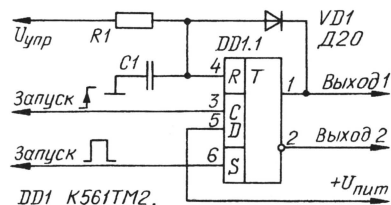
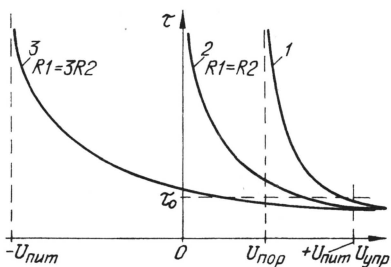
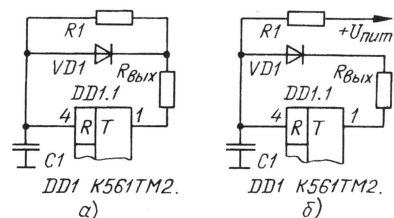
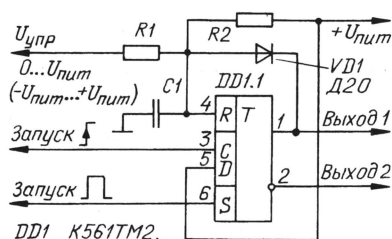

Рис. 3
Рис. 4
Рис. 1
Рис. 5
Таким образом, в одновибраторе по схеме на рис. 1,б, во-первых, отсутствует влияние выходного сопротивления триггера на формируемый временной интервал, и, во-вторых, исключена вторая часть этапа восстановления (разрядка конденсатора через резистор), увеличивающая общее время восстановления. Действительно, диод после завершения формирования одновибратором заданного промежутка времени остается открытым током, протекающим через резистор R1. Сопротивление диода остается малым, что и обеспечивает быстрое восстановление исходного напряжения на конденсаторе. Правда, это несколько увеличивает расход мощности одновибратором в режиме ожидания.
На рис. 2 показаны диаграммы напряжения на входе R триггера на этапе восстановления для одновибратора по схеме рис. 1,а (кривая 1) и рис. 1,б (кривая 2). В обоих случаях разрядка конденсатора до напряжения закрывания диода  $U_d$  (для кремниевого диода — около 0,5...0,6 В) практически заканчивается к моменту  $t_1$ . Для второго случая восстановление на этом практически заканчивается, поэтому время восстановления близко к  $t_1 - t_0$ .
Одновибратор по схеме рис. 1,б обладает еще одним существенным преимуществом — на вывод резистора R1 может быть подано напряжение не с плюсового провода питания, а например, от источника с регулируемым напряжением, чем достигается возможность управления длительностью импульса электронным способом изменением напряжения на выводе резистора. Схема управляемого одновибратора изображена на рис. 3, а характеристики управления — на рис. 4, кривая 1.
Отметим, что при равенстве значений постоянной времени RC-цепи одновибраторов по рис. 1,а и 3 и  $U_{\text{упр}} = U_{\text{пит}}$  длительность  $\tau_0$  выходного импульса второго несколько меньше, чем первого. Причина этого состоит в том, что конденсатор С1 второго одновибратора заряжается не от нуля, а от некоторого начального напряжения  $U_d$ , поэтому конденсатор зарядится до  $U_{\text{пор}}$  за меньшее время.
Интервал значений управляющего напряжения должен удовлетворять условию:  $U_{\text{пор}} < U_{\text{упр}} < U_{\text{пит}}$  (уд), что соответствует кривой 1 на рис. 4.
В случаях, когда такой интервал окажется неудобным, его можно расширить до  $0 < U_{\text{упр}} < U_{\text{пит}}$  (2) введением еще одного резистора — R2 — примерно такого же номинала, как показано на рис. 5. Характеристика управления для этого случая показана на рис. 4, кривая 2. Если одновибратором управляет операционный усилитель, выбором  $R1 = 3R2$  интервал управления можно расширить до  $-U_{\text{пит}} < U_{\text{упр}} < +U_{\text{пит}}$  (3) — этот вариант иллюстрирует кривая 3 на рис. 4.
Если необходимо сделать управляемым уже готовый одновибратор, выполненный по схеме рис. 1,а, достаточно ввести в него дополнительный резистор, подобно R1 — на рис. 5. Для сохранения длительности импульса при  $U_{\text{упр}} = U_{\text{пит}}$  не-
обходимо, чтобы сопротивление параллельно соединенных R1 и R2 (по рис. 5) было равно сопротивлению R1 в исходном узле — это условие (4).
Следует учесть, что в одновибраторах по рис. 1, 6, 3 и 5 резисторы служат для того, чтобы задать некоторый ток, заряжающий конденсатор C1. Этот ток может быть обеспечен в отсутствие резисторов внешним источником управляющего тока, собранным, например, на р-п-р транзисторах. Подобное решение позволяет реализовать обратно пропорциональную зависимость длительности формируемого импульса от управляющего тока.
Номиналы резисторов одновибраторов по схеме на рис. 3 и 5 допустимо варьировать в широких пределах — от 10 кОм и более, конденсаторов — от 100 пФ и более. Для обеспечения возможности увеличения емкости конденсатора необходимо последовательно с диодом включить еще один резистор, ограничивающий ток разрядки конденсатора. Длительность импульса при  $U_{упр} = U_{пит}$ , имея в виду условие (4), нужно оценивать по соотношениям, изложенным в [1].
УЗЧ по схеме на рис. 1 в статье вместе с предварительным усилителем (рис. 5) можно собрать на печатной плате, чертеж которой изображен на рис. 2. На ней размещены все детали, кроме выключателя SA1 и переменного резистора 1-R7 (во избежание путаницы здесь и на чертеже детали предварительного усилителя выделены присоединенным через дефис префиксом 1). Плата рассчитана на установку резисторов МЛТ-0,125, конденсаторов К52-1 (С1), К10-17 (С7—С9), КМ (1-С2, 1-С4, С3, С6) и К50-35 (остальные). Резисторы R2, R4, R5—R8 монтируют вертикально (перпендикулярно плате). При монтаже следует учесть, что резистор R2 на плате соответствует резистору R3 (рис. 1 в статье), соединяющему инвертирующий вход ОУ DA1 с общим проводом, а конденсатор
1-С6 — оксидному конденсатору С3 (рис. 5), блокирующему цепь питания каскада на транзисторе VT1.
Полярность включения защитного диода VD6 на принципиальной схеме (рис. 4 в статье) и чертеже печатной платы (рис. 5) устройства необходимо изменить на обратную.